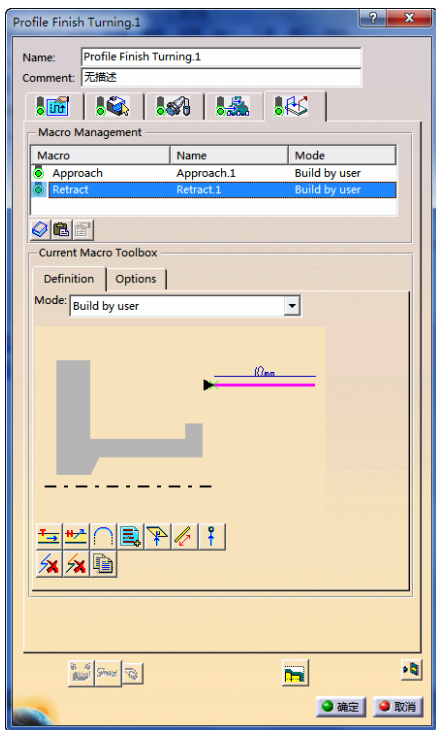

图 6-51 设置“Retract”参数(3)
- 在“Macro Management”区域的列表框中选择“Retract”, 单击鼠标右键, 在弹出的快捷菜单中选择 Activate 命令, 在“mode”下拉列表中选择“Build by user”, 然后单击 Remove all motion 按钮和 Add Tangent motion 按钮, 设置“Retract”参数(3)如图 6-51 所示。